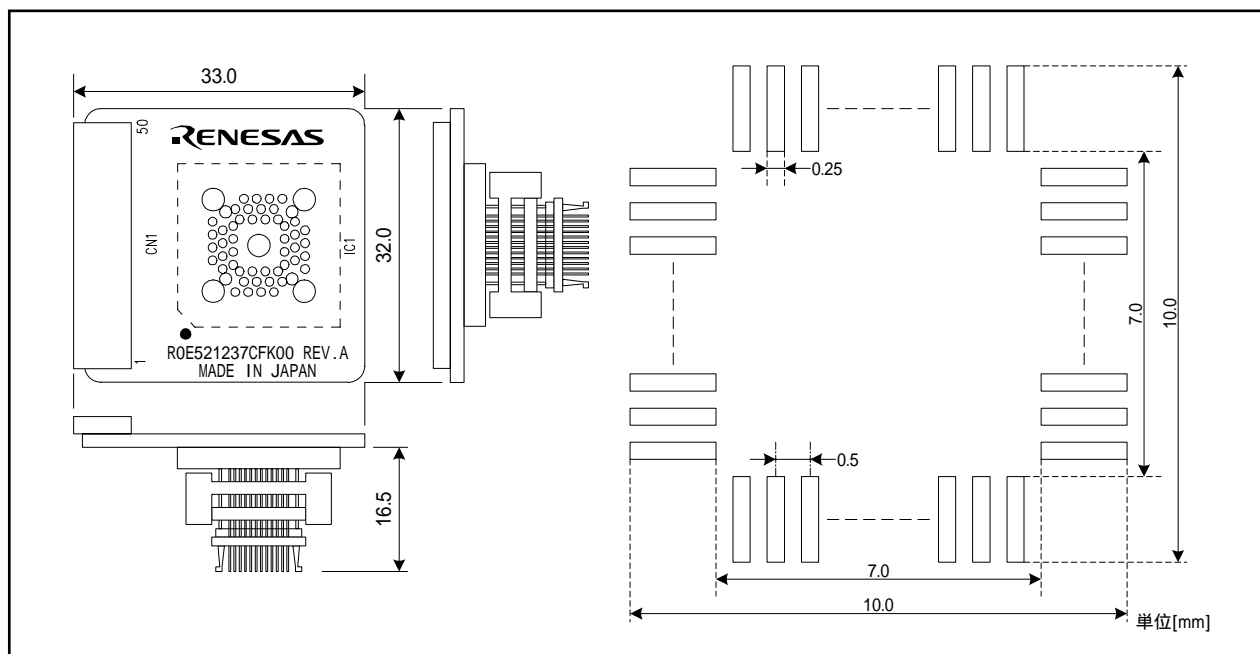

図4 R0E521237CFK00ユーザシステム接続部の寸法図および参考フットパターン
6. R0E521237CFK00ユーザシステム接続部の寸法図および参考フットパターン (図4参照)